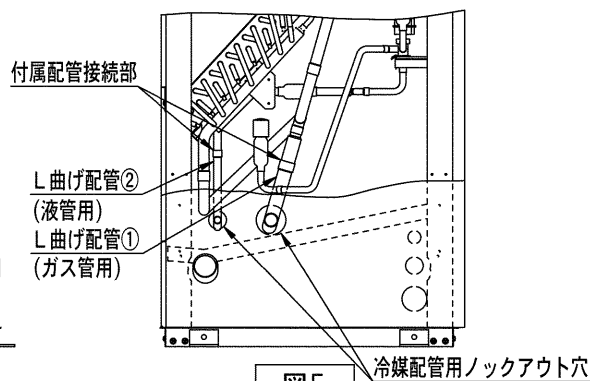

図5
- (4) 図5 ・ 図6 に示すとおり、付属配管・現地配管を前面からロウ付接続を行ってください。
現地配管接続部 図6 → 付属配管接続部 図5